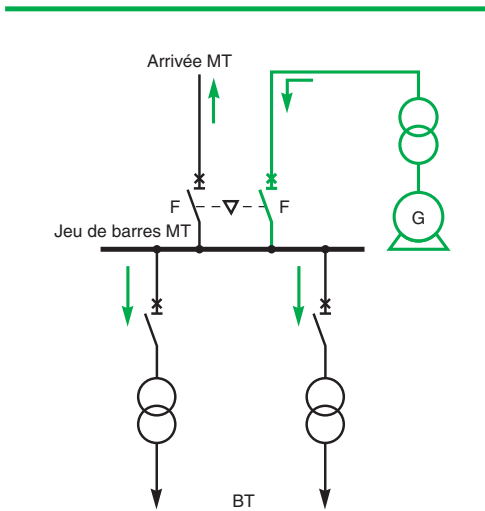
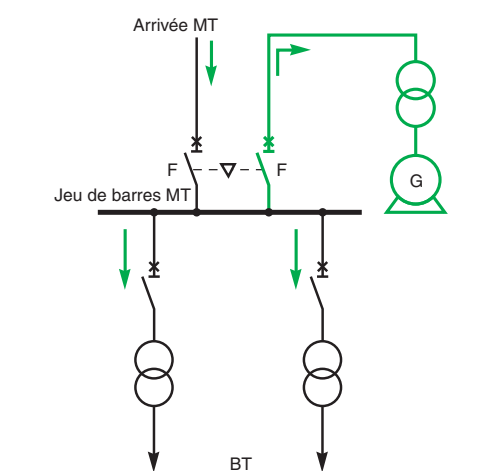

Fig. N13 : Sens du transfert de l'énergie = GE en générateur
Fig. N14 : Sens du transfert de l'énergie = GE en récepteur
### Groupe (GE) fonctionnant en récepteur (cf. Fig. N13 et Fig N14)